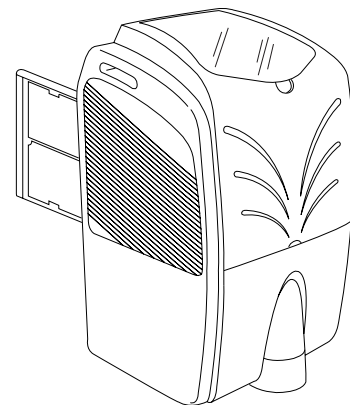

Abb. 4
- Zum Ausbauen den Filter herausziehen (Abb. 4).